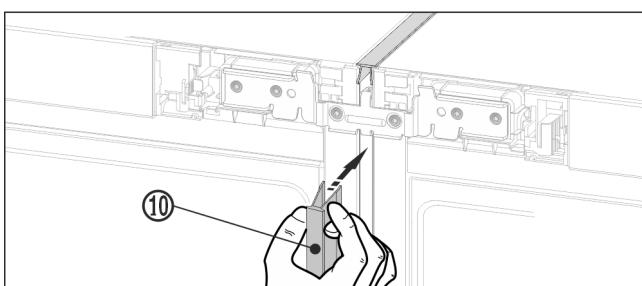

Fig. 21 *
- ▶ 在设备正面将长护板条 Fig. 21 (10)压入垂直缝隙中。注意，护板条位于连接板上。*